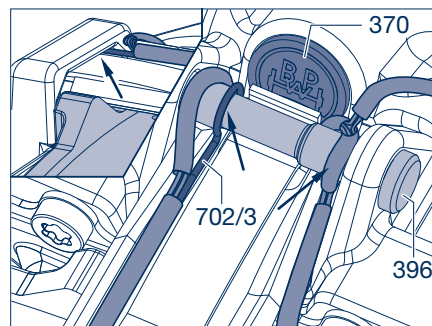

Рисунок 4
- [9] Установить длинный конец проволоочной скобы (702/3) над фиксатором тормозных накладок (702/3) над фиксатором тормозных накладок в выемку на суппорте (стрелка, рис. 4 сверху).
- [10] Проложить кабель за пальцем (396) под синим колпачком (370) на суппорте и после этого зафиксировать скобу (702/3) на пальце (стрелки).